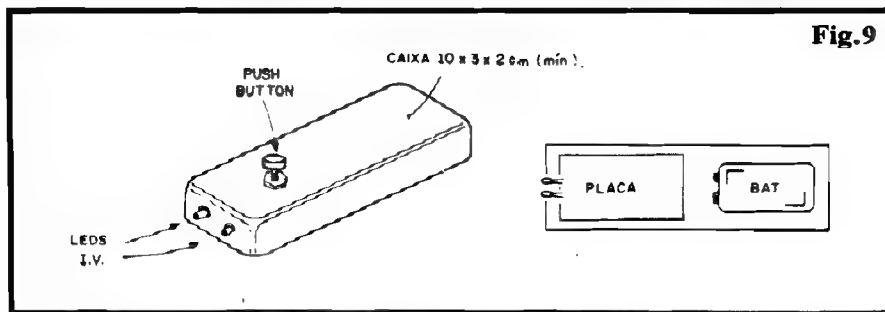

Fig.9
- FIG. 9 - "ENCAIXANDO" O MÓDULO "A"... - No transmissor do comando remoto do DICOR, obviamente que miniaturização, portabilidade, são requisitos-chave...! A figura sugere um arranjo externo simples, porém funcional, resultando confortável para o operador... As dimensões indicadas para o container (longo,